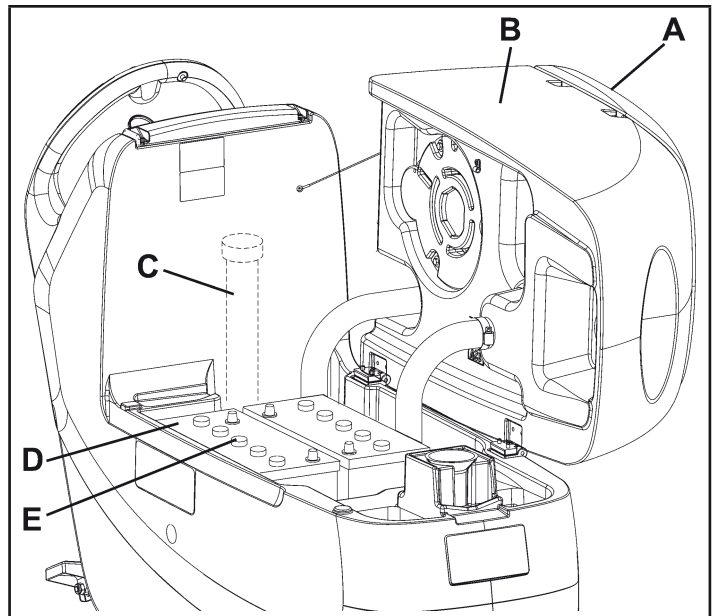

Figure 38
- Ouvrir le couvercle (A, Fig. 38) et vérifier que le réservoir d'eau de récupération (B) est vide. Dans le cas contraire, le vider au moyen du tuyau de vidange (C).
- Soulever le réservoir (B, Fig. 38) avec soin.
- Contrôler le niveau de l'électrolyte dans les batteries (D) ; si besoin est, faire l'appoint au moyen des bouchons (E).
- Laisser tous les bouchons (E) ouverts pour le rechargement successif.
- Si besoin est, nettoyer la surface supérieure des batteries (D).